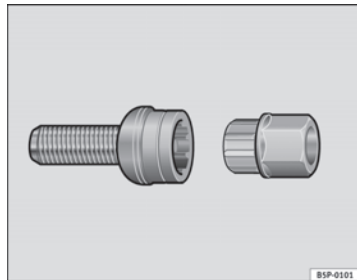

Fig. 199 Viti antifurto
- Innestare l'adattatore nella vite antifurto, spingendolo fino in fondo ⇒ **fig. 199**.